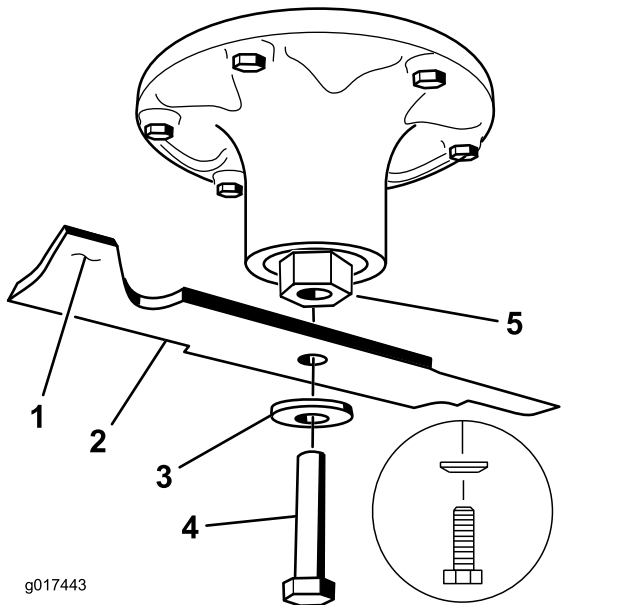

Figura 116
2. Retire del eje el perno de las cuchillas izquierda y central, la arandela curva y la cuchilla (Figura 116).
1. Instale las cuchillas izquierda y central, las arandelas curvas y los pernos de las cuchillas en los ejes (Figura 116 y Figura 117).
Nota: Asegúrese de que el cono de la arandela curva esté orientado hacia la cabeza del perno (Figura 116).
2. Instale la cuchilla derecha, la arandela curva y el perno de la cuchilla (perno con rosca a izquierdas) en el eje (Figura 116 y Figura 117).